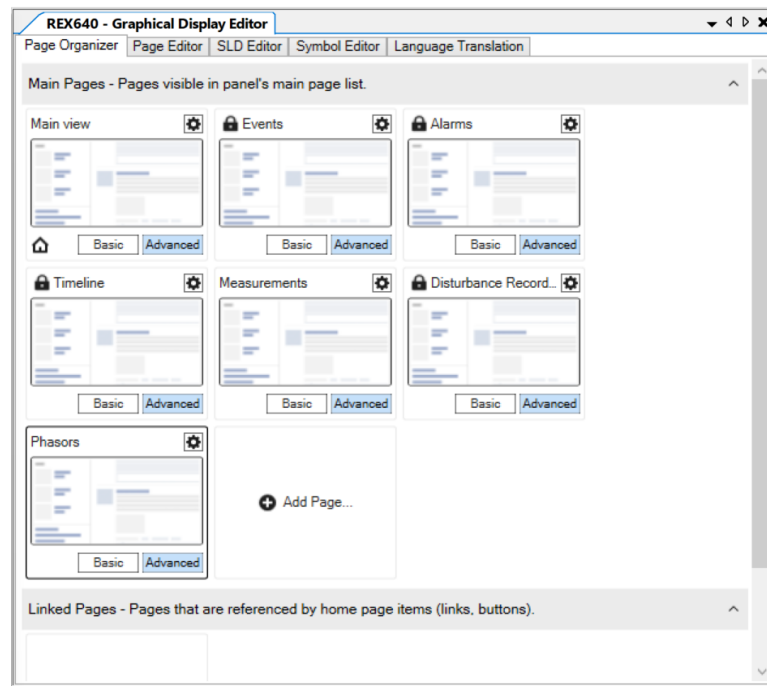

Imagen 174_ Ventana de Page Editor configurado para el display.
3.36 Por último, añadiremos los fasores desde la ventana de “*Graphical Display Editor – Page Organizer – Add Page - Phasors*”. Teniendo así la siguiente ventana como en la **Imagen 174**: